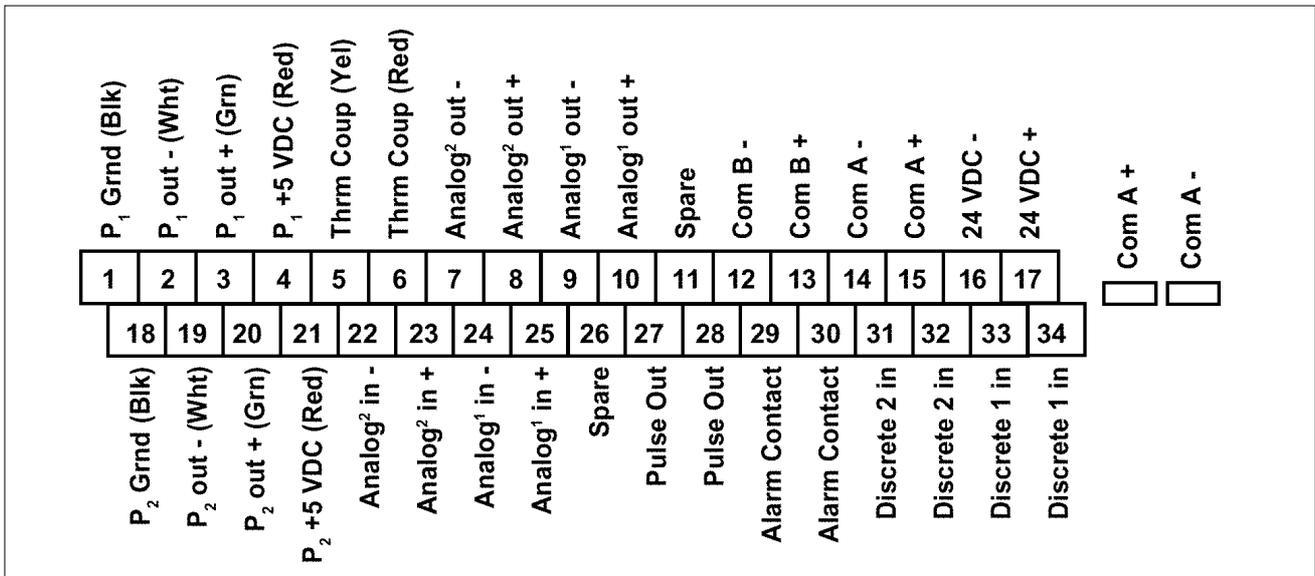

Fig. 4 – Brochage du bornier interface utilisateur
2. Raccorder les fils nécessaires au bornier de l'interface et à l'ordinateur selon fig. 4 et tableau I (le système doit être alimenté en 24 V CC).